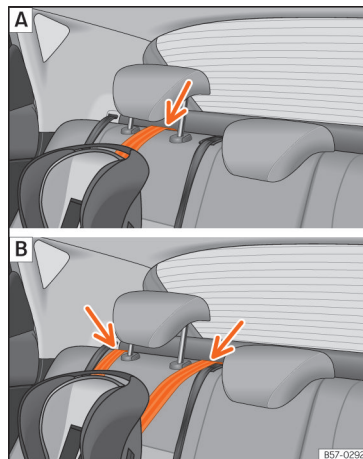

Abb. 28 Rücksitze: Einstellung und Einbau je nach Top Tether-Gurt.
- Führen Sie den Gurt unter der Kopfstütze des Rücksitzes durch »» **Abb. 28** (in Abhängigkeit der Gebrauchsanweisungen des Kindersitzes ggf. Kopfstütze anheben oder entfernen).